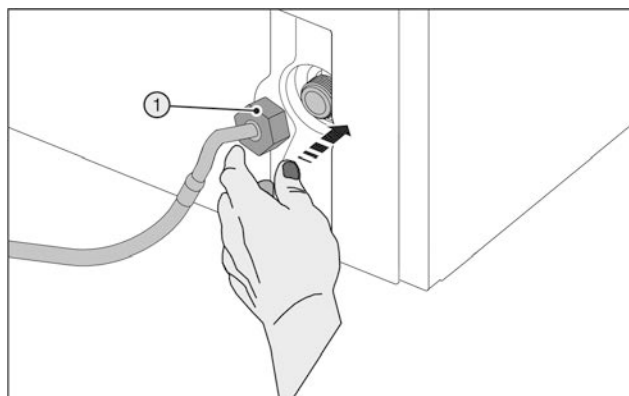

Fig. 24
- ▶ Осторожно одеть гайку Fig. 24 (1) и навинтить прямо на резьбу.
- ▶ Осторожно одеть гайку Fig. 24 (1) и накрутить на резьбу двумя пальцами до обеспечения надежной крепкой посадки.
- ▶ Вспомогательный инструмент (5) использовать только при комнатной температуре.
- ▶ Затяните гайку Fig. 24 (1) с помощью вспомогательного инструмента (5) по часовой стрелке, пока не будет достигнут максимальный момент затяжки и вспомогательный инструмент (5) начнет прокручиваться.